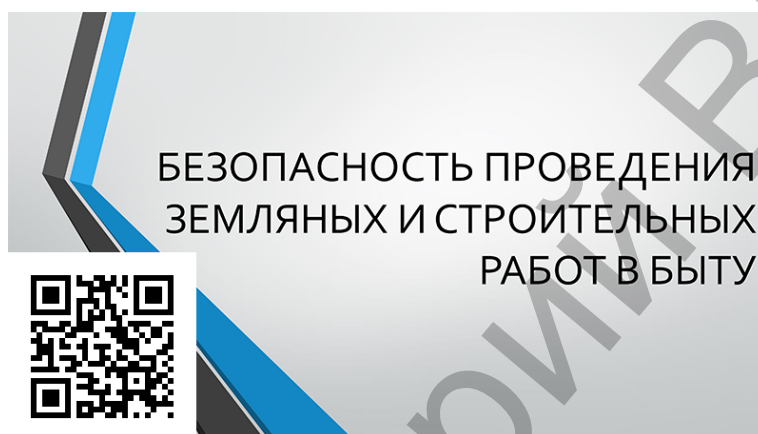

Рис.28. Безопасность проведения земляных и строительных работ
- укладывают частично настил первого рабочего яруса, с настила устанавливают дополнительные опоры и укладывают на них щиты настила последующего монтажного яруса (рис. 28).